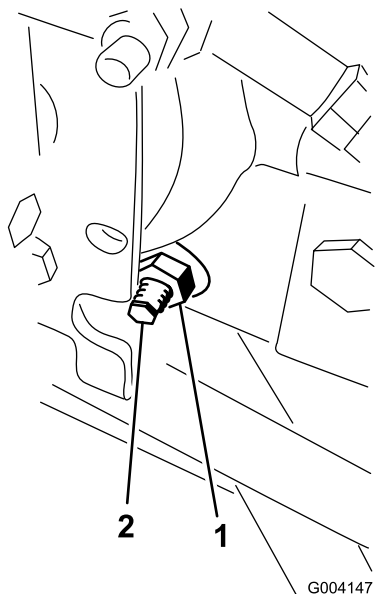

Figure 80
3. Sous le côté droit de l'hydrostat, desserrez le contre-écrou sur la came de réglage de transmission (Figure 80).